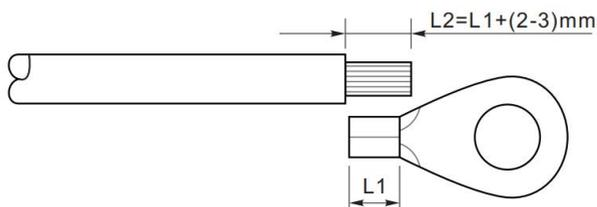

Figure 4-2 Instructions de connexion à la terre (1)
**Étape 1:** Retirez la couche d'isolation avec une longueur appropriée à l'aide d'une pince à dénuder illustrée à la figure 4-2)